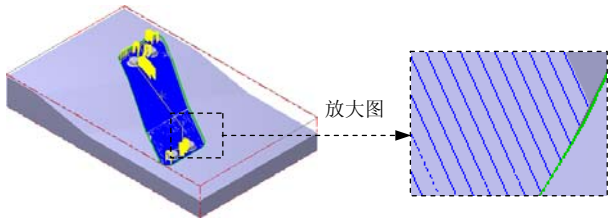

图 14.25 刀具路径
(2) 单击 按钮，在系统弹出的“刀具路径的间隙设置”对话框中选中 ☒ 切削顺序最佳化 复选框，在 文本框中输入 5.0，在 文本框中输入 90.0。单击 ☒ 按钮，系统返回至“曲面精加工环绕等距”对话框。
Step8. 完成参数设置。单击“曲面精加工环绕等距”对话框中的 ☒ 按钮，系统在图形区生成图 14.25 所示的刀具路径。